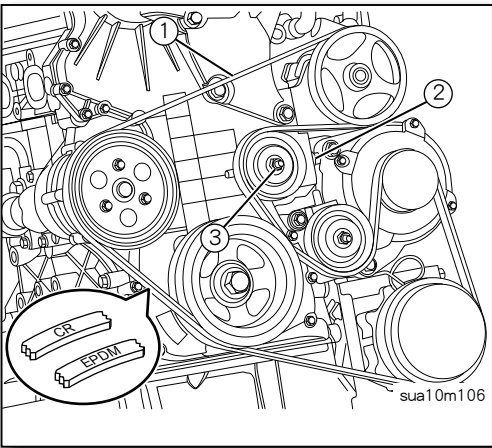

图4
- 1. 将动力转向泵皮带①固定在惰轮③上，布置(如图4)。
- 2. 调整惰轮螺栓②，用适当套筒扳手锁紧调整螺母，并用皮带张力计确认皮带张力。
^{*1}: 有关皮带的材质种类，请检查皮带表面的标示（如图 4）。